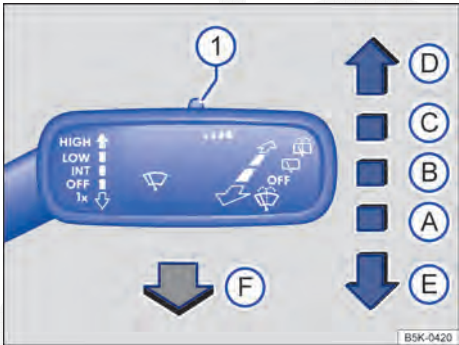

Fig. 115 À direita da coluna de direção: comandar os limpadores do para-brisa.
- Pressionar a alavanca dos limpadores do para-brisa brevemente para baixo → Fig. 115 ⓔ.